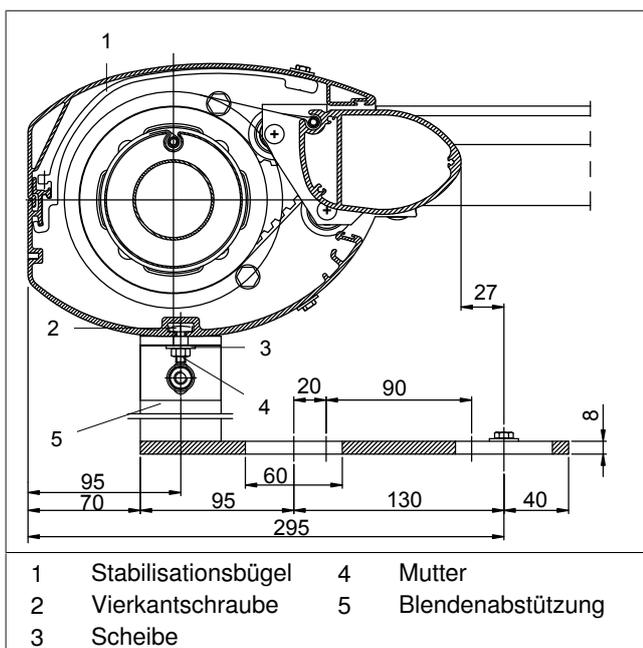

Abb. 13: Blendenabstützung montieren
- Blendenabstützung [5] unter Berücksichtigung der Maße (siehe Abb. 13) möglichst mittig am Montageuntergrund befestigen!